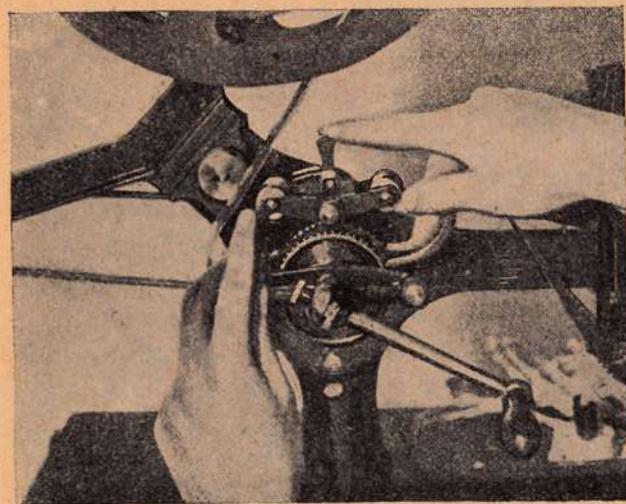

Рис. 21. Закладка на барабан.
2) Поднять ролики на барабане нажатием рычажка вверх, а конец ленты размотать с метр и поместить ее наверх барабана (рис. 21) таким образом, чтобы зубцы барабана вошли с обеих сторон в отверстия ленты, после чего, придерживая ленту на барабане, опустить ролики (см. рис. 21) обратным движением рычажка.